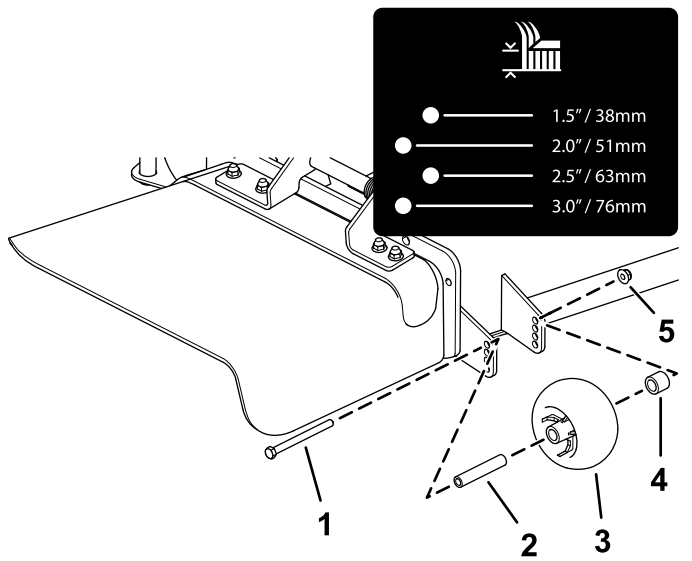
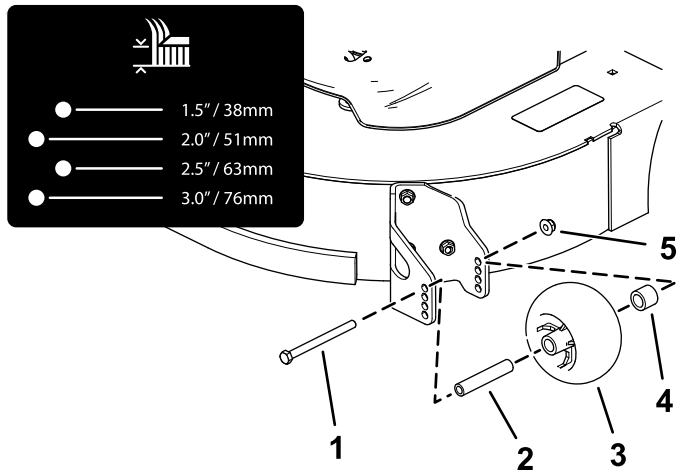

Figure 27
Figure 28
4. Réglez les galets anti-scalp comme montré à la Figure 26, la Figure 27 et la Figure 28.